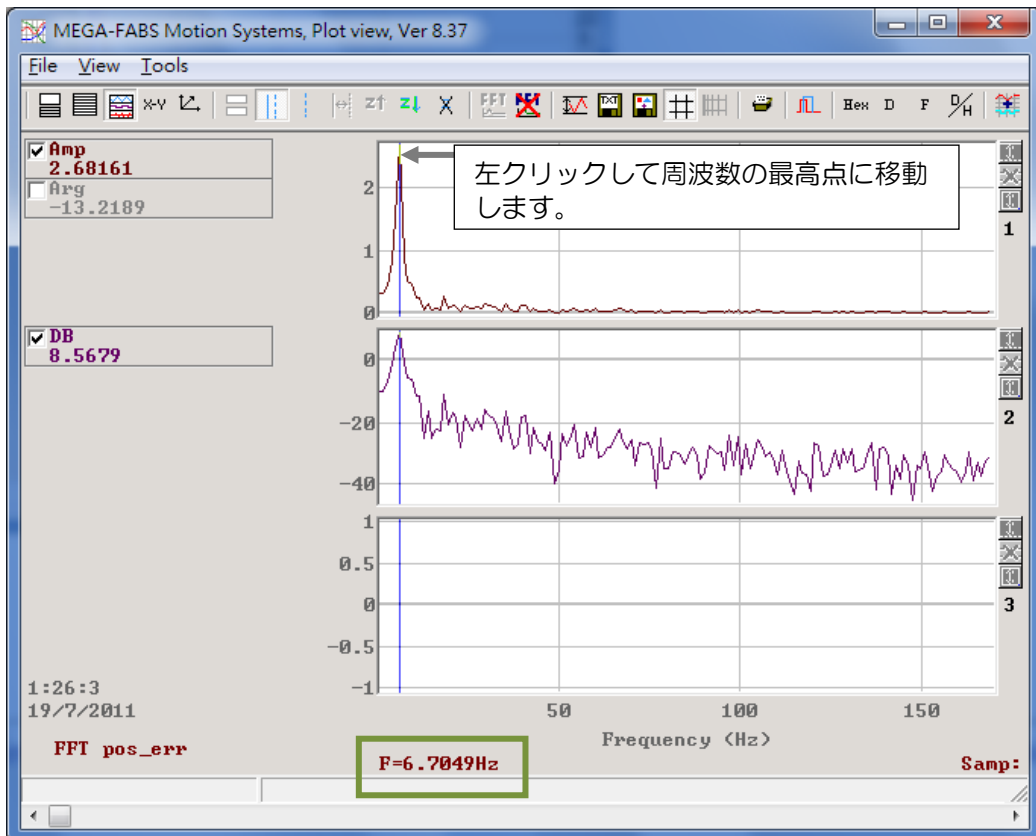

図 10.6.4.4
Step 8: 制振周波数(Pt14A)に低周波振動の周波数(図10.6.4.4では周波数は6.7Hz)を設定します。制振補正 (Pt14B) を設定します。値が大きいほど効果が大きくなります。ユーザーは、最初にテスト用にデフォルト値を使用できます。